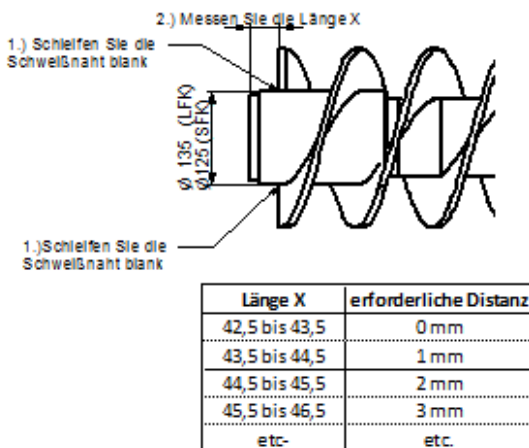

Fig. 13-5 Definición del anillo distanciador
2. La longitud «X» determina el anillo distanciador necesario. - Véase fig. 13-5.